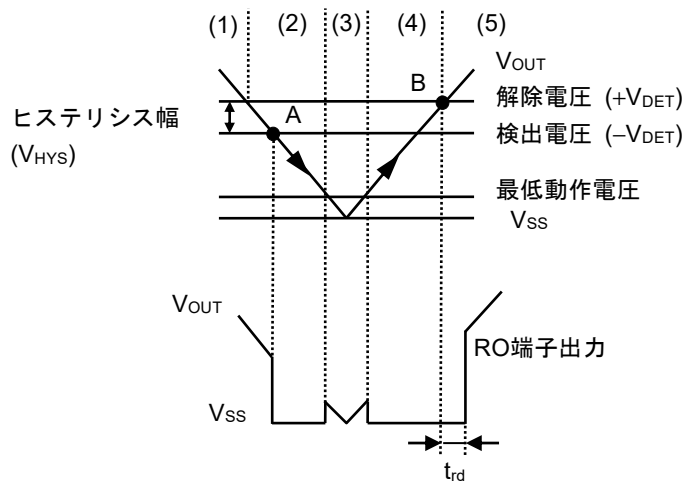

図35 ディテクタ部のタイミングチャート
- (1) レギュレータの出力電圧 (V_{OUT}) がディテクタの解除電圧 ($+V_{DET}$) 以上で、Nchトランジスタ (N1, N2) はオフになり、RO端子に "H" が出力されます。このときPchトランジスタ (P1) はオン状態で、コンパレータ (C1) への入力電圧は $\frac{R_B \cdot V_{OUT}}{R_A + R_B}$ になります。
- (2) V_{OUT} が低下し $+V_{DET}$ 以下になっても、検出電圧 ($-V_{DET}$) 以上であればRO端子に "H" が出力されます。 V_{OUT} が $-V_{DET}$ (図35のA点) 以下になるとC1によって制御されるN1はオンになり、 C_{DLY} が放電されます。DLY端子電圧 (V_{DLY}) がリセット放電しきい値電圧 (V_{DRL}) 以下になるとC2の出力段のN2はオンになり、RO端子に "L" が出力されます。このときP1はオフになり、C1への入力電圧は $\frac{R_B \cdot V_{OUT}}{R_A + R_B + R_C}$ になります。
- (3) V_{OUT} がさらに低下し、ICの最低動作電圧以下になると、RO端子出力は "H" になります。
- (4) V_{OUT} が最低動作電圧以上に上昇するとRO端子に "L" が出力されます。また、 V_{OUT} が $-V_{DET}$ を越えても $+V_{DET}$ 未満の場合には出力は "L" になります。
- (5) さらに V_{OUT} を上昇させ $+V_{DET}$ (図35のB点) 以上になるとN1はオフになり、 C_{DLY} が充電されます。 V_{DLY} が充電しきい値電圧 (V_{DU}) 以上になるとN2はオフになり、RO端子に "H" が出力されます。